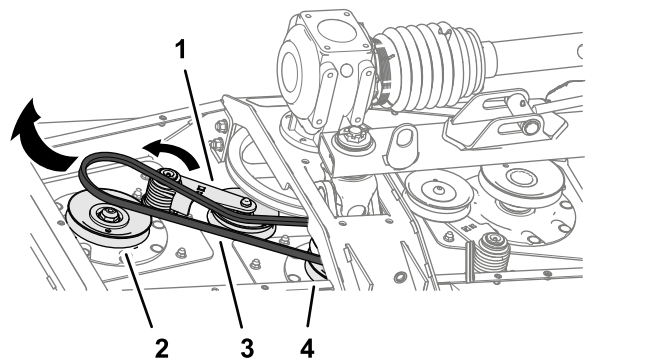

Рисунок 66
3. С помощью монтировки или аналогичного инструмента поверните натяжитель короткого ремня против часовой стрелки и снимите ремень со шкива натяжителя (Рисунок 66).